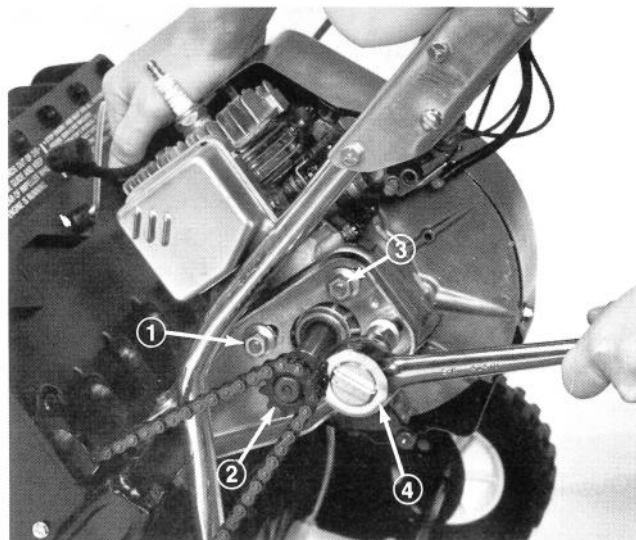

Figure 12
5. Tirez le moteur vers l'arrière jusqu'à ce que la chaîne soit tendue. Serrez à la main les quatre écrous de montage pour retenir le moteur en place et maintenir la tension voulue de la chaîne. Serrez alors les écrous jusqu'à 170 à 220 lb-po en suivant la séquence de serrage illustrée ci-dessous. Serrez le boulon du côté droit du moteur (Figure 12).